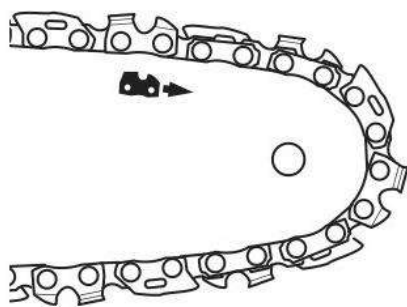

Fig. 13
Contrôlez la tension de la chaîne en soulevant la chaîne (14) à l'aide d'une main. La tension de la chaîne est correcte lorsque la chaîne peut être soulevée d'environ 2- 4 mm au-dessus du guide (13) dans sa partie centrale (fig. 13, 14).